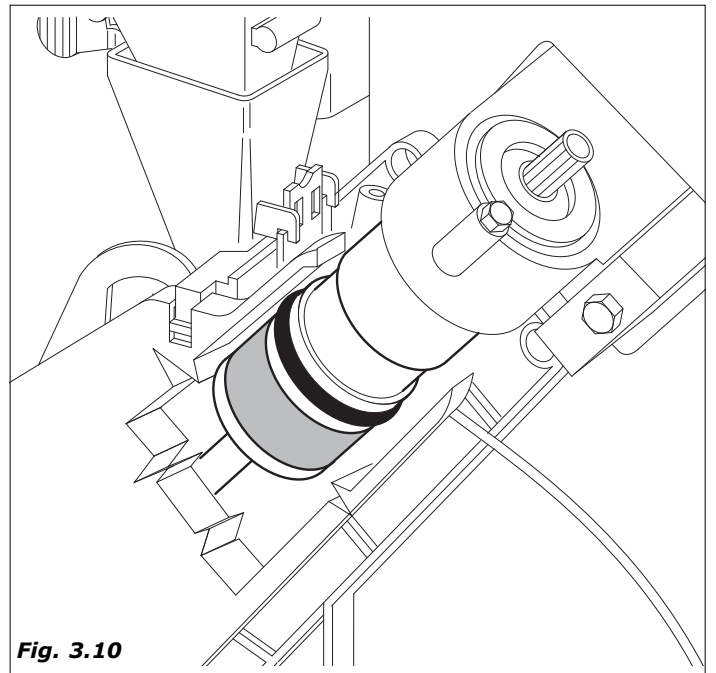

Fig. 3.10
- Le moteur de rotation du groupe s'alimente pour le mettre en position d'infusion et comprimer la pastille en même temps (figure 3.10).